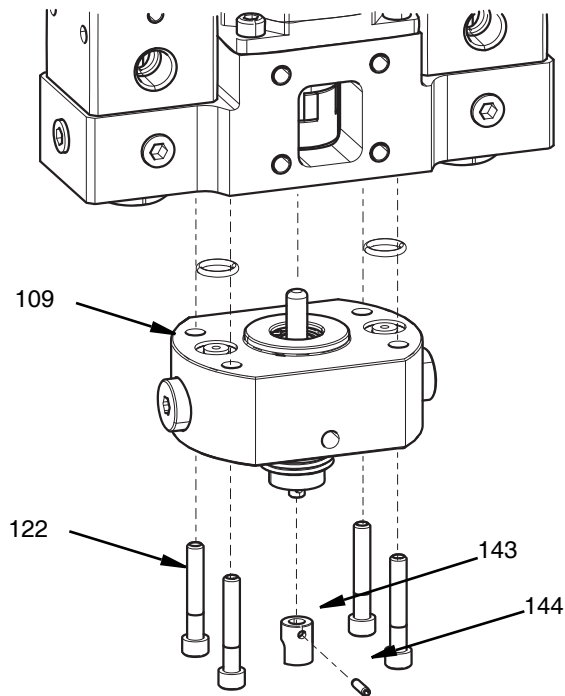
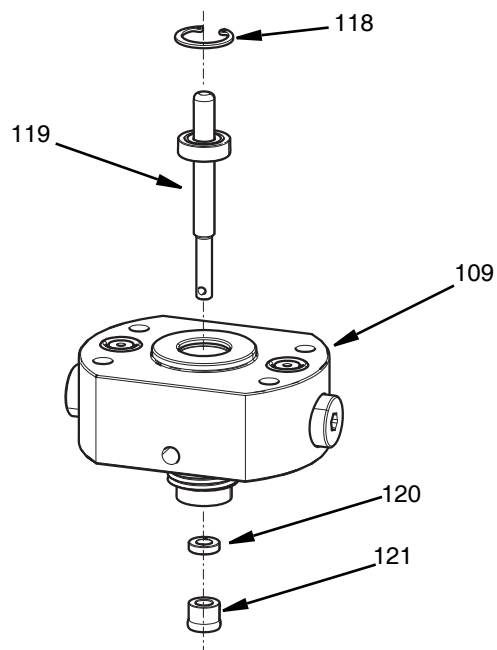

図 32
図 33
4. 4 mm 六角レンチを使用して 4 つの M5 ネジ (122) を取り除いてください。
5. チェックバルブノズル (109) と O リング (108) を取り外してください。
6. ピン (144) を、ベアリングシャフトアセンブリ (119) の端より、ミキサーアダプター (143) から押し出してください。
7. ミキサーアダプター (143) を取り外してください。図 32 を参照してください。
8. ベアリングシャフトアセンブリを所定の場所に保持しているリテーニングリング (118) を取り除いてください。
9. ベアリングシャフトアセンブリ (119) をチェックバルブノズル (109) から引き出してください。
10. 6 mm (1/4 in) ピンで、ロータリーシール (121) とバックアップリング (120) をチェックバルブノズルから押し出してください。図 33 を参照してください。
1. ベアリングシャフトアセンブリ (119) をノズルセクション (109) に設置してください。
3. バックアップリングシール (120) をベアリングシャフトアセンブリの中央になり、チェックバルブノズルの中になるように、挿入してください。
7. チェックバルブノズルの上部にある 2 つの O リング (108) を交換してください。
9. 2.5mm 六角レンチで、ロータリーカップリング (127) にクランプネジを締めて、ベアリングシャフトアセンブリにロックしてください。
10. 顧客が提供する取り付け金具の反対側にカップリングカバーを 4 つの M6 - 1.0 x 10 ネジで設置してください。50 in-lb (13 Nm) のトルクで締めます。アセンブリ用の図 32 と図 33。
- ベアリングシャフトのアクセス、取り外し、修理を行うには、ロータリーシールの修理の分解セクション (40 ページ) のステップ 1 ~ 8 に従ってください。図 15 (17 ページ)、図 32 と図 33 (40 ページ)。
- ベアリングシャフトを修理後に設置するには、ロータリーシールの修理のアセンブリセクション (40 ページ) のステップ 1 ~ 8 に従ってください。図 15 (17 ページ)、図 32 と図 33 (40 ページ) を参照してください。
2. ピン (144) をミキサーアダプター (143) から押し出してください。
3. ミキサーアダプター (143) を取り外してください。40 ページの図 32 を参照してください。。
1. 新しい部品を使用して、ミキサーアダプター (143) をミキサーシャフトに設置してください。
3. ピン (144) を穴に押し込みます。
4. ピンが、完全に下になり、ミキサーアダプターのいずれの側面からも突き出さないようにしてください。図 32 を参照してください。40 ページ。